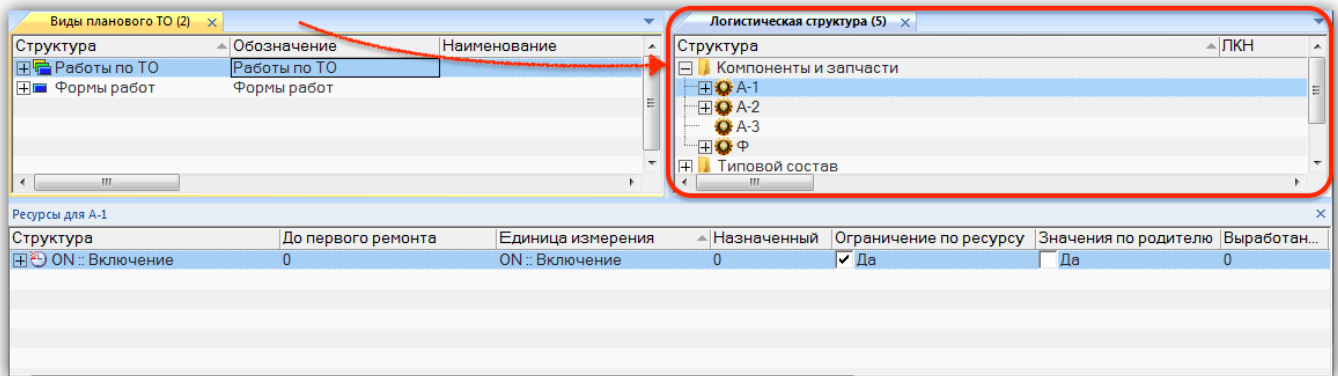

Рис. 5-46 – Создание новой группы окон с помощью кнопок панели «Окно»
3) Выделенная вкладка будет перемещена в новую группу, расположенную справа от исходной группы рабочих окон (рис. 5-46) или снизу, если нажата кнопка «Разделить по горизонтали» .